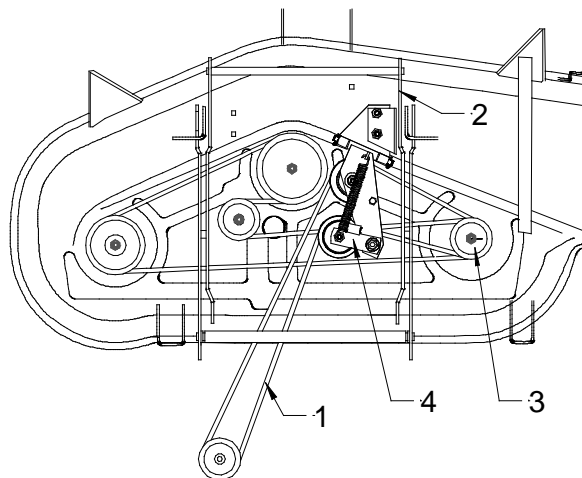

Figure 5
3. Passer la courroie trapézoïdale sous la tringlerie, sur la poulie supérieure de l'axe de lame, devant les poulies folles, puis vers l'arrière (fig. 5).